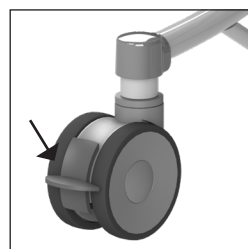

Figure 2. Roue pivotante.
- La chaise Elexo XXL peut être freinée en enfonçant du pied la languette bleue (1) de la roue (*Cf. figure 2*).